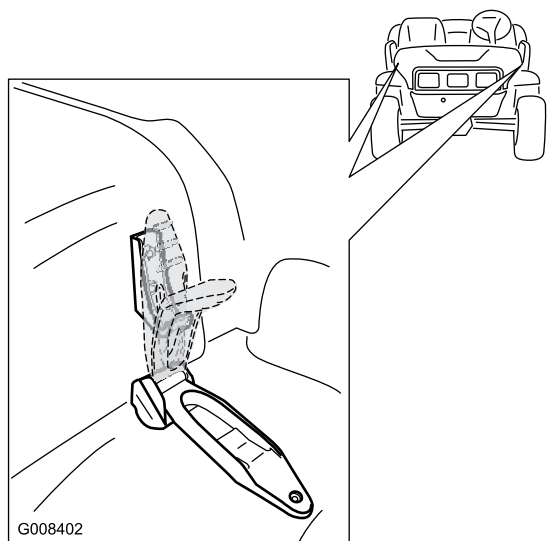

Рисунок 25
1. Чтобы открыть капот, освободите защелки с обеих сторон капота (Рисунок 25).